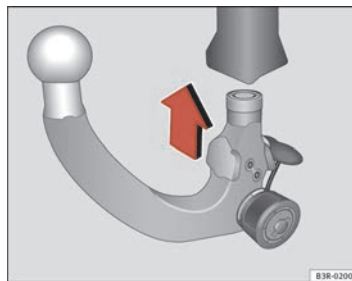

Fig. 167 Dispositivo desmontable para remolque: Colocar la rótula
- Coloque la rótula pretensada en el tubo de enclavamiento y haga presión hacia arriba en la dirección que indica la flecha ⇒ página 218, fig. 167 ⇒ ⚠. El proceso de bloqueo se realiza de un modo automático. En ese momento debe poder oírse claramente un chasquido de encastre.